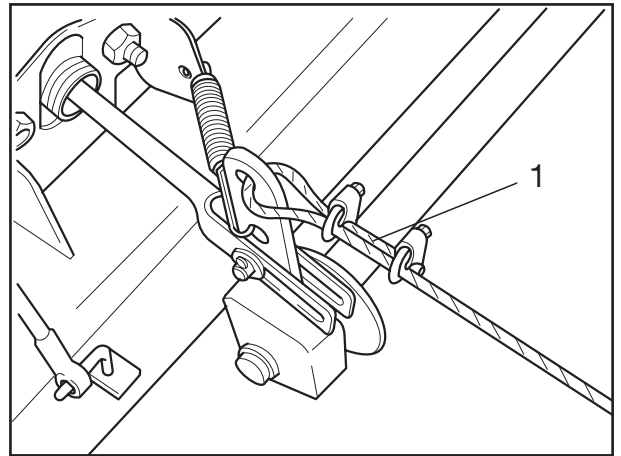

Fig. 4
- [6] Ggf. Handbremsseile (Fig. 4/1) abbauen.
| <p>[5] Vent the brake system. If spring-type brake actuator fitted, eliminate preload.</p> <p>[6] Remove the parking brake cables (Fig. 4/1), if necessary.</p> | <p>[5] Désaérer le frein. Pour les vases à ressort (Tristop), supprimer la précontrainte.</p> <p>[6] Si nécessaire, déposer les câbles de frein à main (Fig. 4/1).</p> |